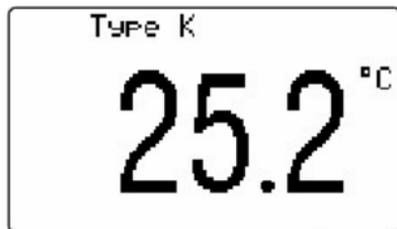

Imagen 1 (5-5)
2. Para detener esta función, mantener pulsada la tecla ► (PEAK) (3-12, Imagen 1) durante más de 2 segundos. El instrumento volverá al modo normal bien bajo corriente DC (**Imagen 1**) o corriente AC (**Imagen 5**).